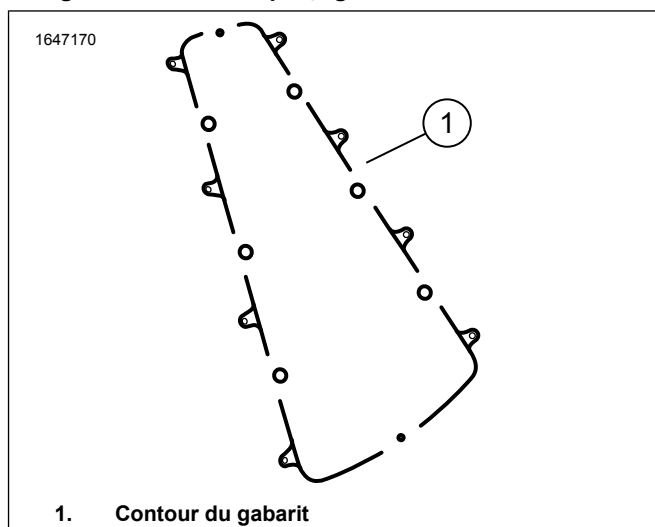

Figure 9. Contour du gabarit
- a. Couvrez toute la zone du gabarit de perçage (2) sur la sacoches de droite (1) avec du ruban-cache.
- b. Installez le gabarit de perçage (2).
- c. Protégez tout le périmètre du gabarit de perçage (2) avec du ruban-cache.
- d. Installez des vis taraudeuses (3) pour maintenir le gabarit de perçage (2).
2. Voir la Figure 9. À l'aide d'un marqueur, tracer les contours du gabarit de perçage (1) sur le ruban-cache de la sacoches.
- e. Voir la Figure 9. Avec le gabarit de perçage toujours en place et en utilisant une scie adéquate, découpez le long de la bordure extérieure du gabarit (1).
- f. Retirez les vis taraudeuses (3), le gabarit de perçage et le ruban de la sacoches.
- g. **Trou d'œillet** : Percez un trou d'œillet de 3/4 po (5) à l'endroit où la vis de taraudage a été retirée.